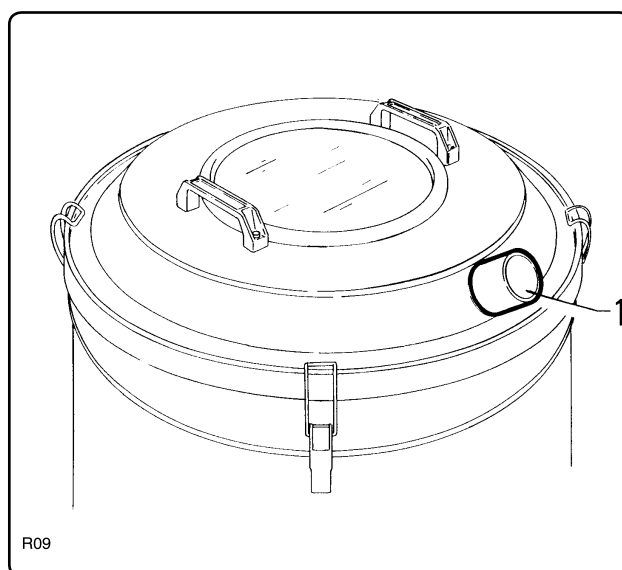

Fig. 5.3.1
5.3 - Sådan efterses de elektriske forbindelser (fig. 5.3.1)